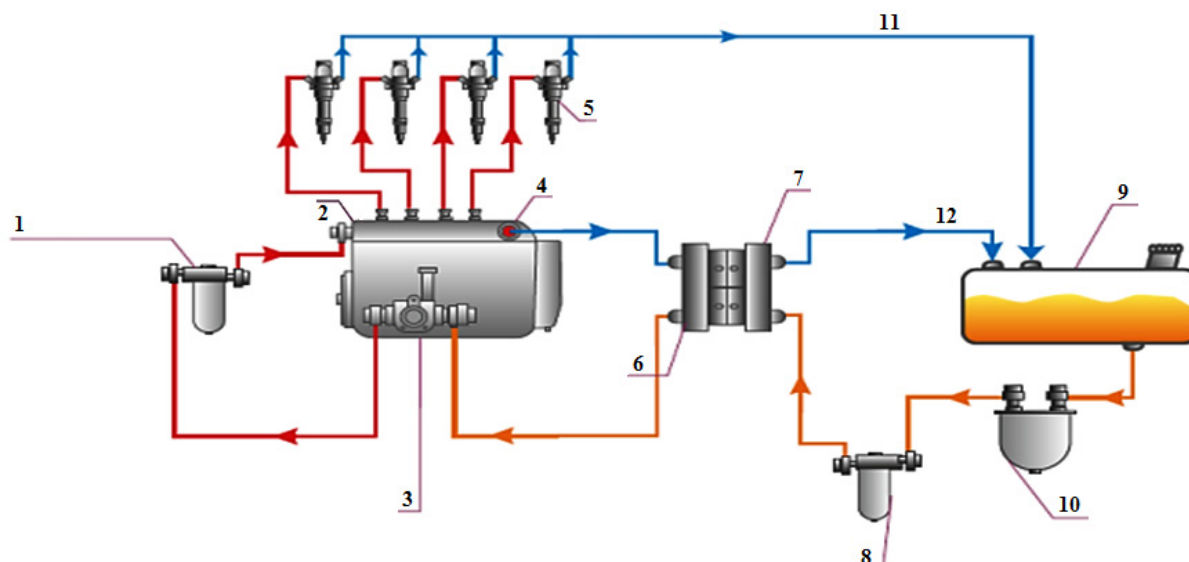

Рис.9 Установка подающей камеры на разрежение
2) Установка подающей камеры производится в топливную магистраль до ТННД (**на разрежение**). В данном случае **обязательна установка дополнительного ФТО** (см. рисунок 9).